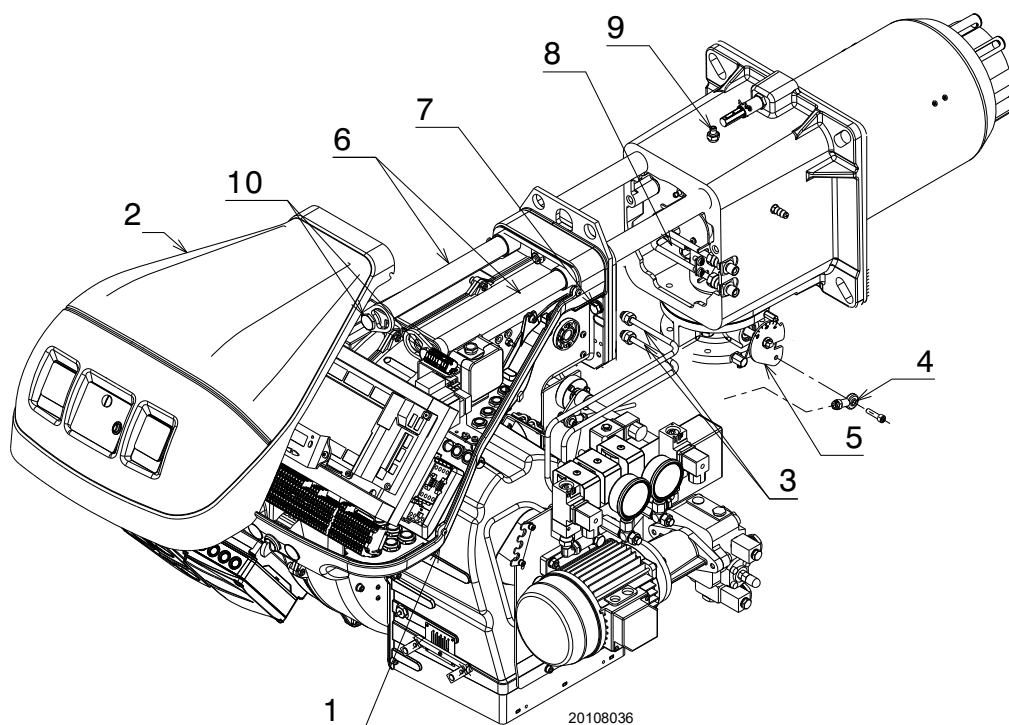

Рис. 59
- Відпустіть 4 гвинти 1) (Рис. 59) і зніміть кришку 2).